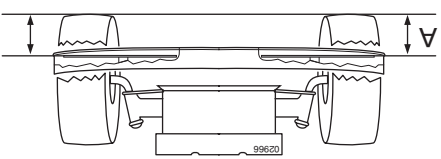

FIG. 23
- **AJUSTEMENT LATÉRAL DE PRÉCISION** (Voir la Fig. 23)